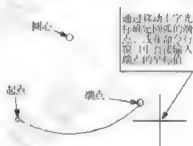

图 3-33
- (8) 圆心、起点、端点(E): 主要通过确定圆弧的圆心、起点和角度绘制圆弧(图 3-33)。